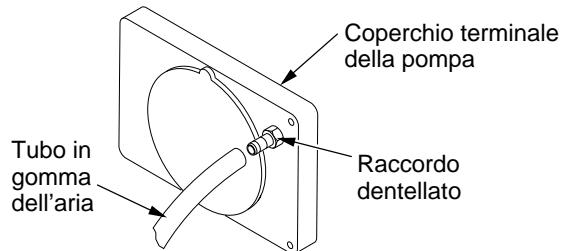

Figura 21. Collegamento tra il tubo dell'aria e il raccordo dentellato
4. Controllare se i tubi in gomma del combustibile e dell'aria sono incrinati o forati. Se il tubo del combustibile è danneggiato, scollarlo dal raccordo dell'ugello (vedere la Figura 17 o 18, pagina 12) e dal filtro del combustibile (vedere a pagina 9). Se il tubo dell'aria è danneggiato, scollarlo dal raccordo dell'ugello (vedere le Figure 17 e 18, pagina 12) e dal raccordo dentellato sul coperchio terminale della pompa (vedere la Figura 21).
5. Installare il tubo del combustibile o dell'aria nuovo (o entrambi). Il tubo dell'aria va collegato al raccordo dentellato sul coperchio terminale della pompa (vedere la Figura 21) e al raccordo dell'ugello (vedere le Figure 17 e 18, pagina 12). Il tubo del combustibile va collegato al filtro del combustibile (vedere a pagina 9) e al raccordo dell'ugello (vedere le Figure 17 e 18, pagina 12). Se il riscaldatore è un modello GK20, disporre i tubi del combustibile e dell'aria approssimativamente come illustrato nella Figura 17, pagina 12.